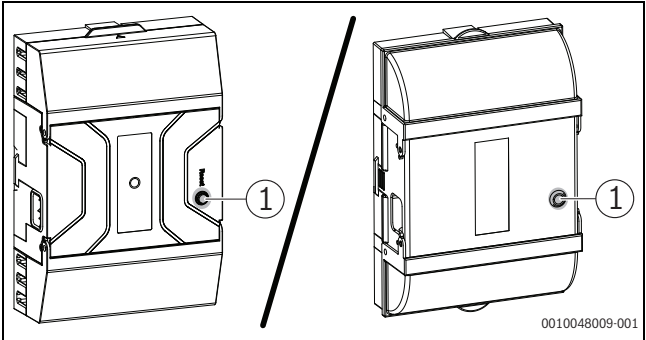

Fig. 8 Réinitialisation des défauts sur l'automate de combustion
- Touche reset (→ fig. 8, [1])